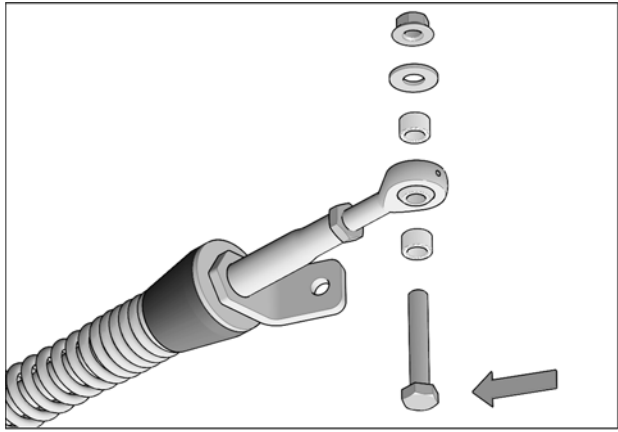

Fig. 8
3. Retirer les boulons, rondelles, espaceurs et écrous installés aux rotules des bras stabilisateurs des systèmes avant. Voir la Fig. 8